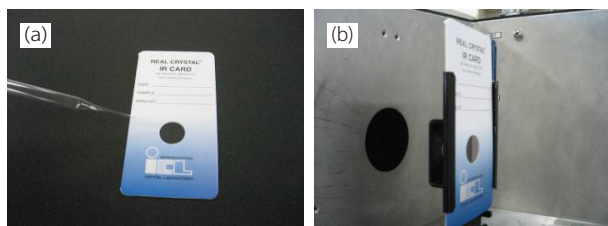

Fig. 2 サンプルエリアに液体を滴下している様子 (a) と透過用試料ホルダに試料をセットした様子 (b)
- ① IR カードを試料室にセットしてバックグラウンド (BKG) 測定。
- ② IR カードを取り出してサンプルエリアに試料を塗布 (Fig. 2(a) 参照)。
- ③ IR カードを試料室に再度セットしてサンプル測定 (Fig. 2(b) 参照)。